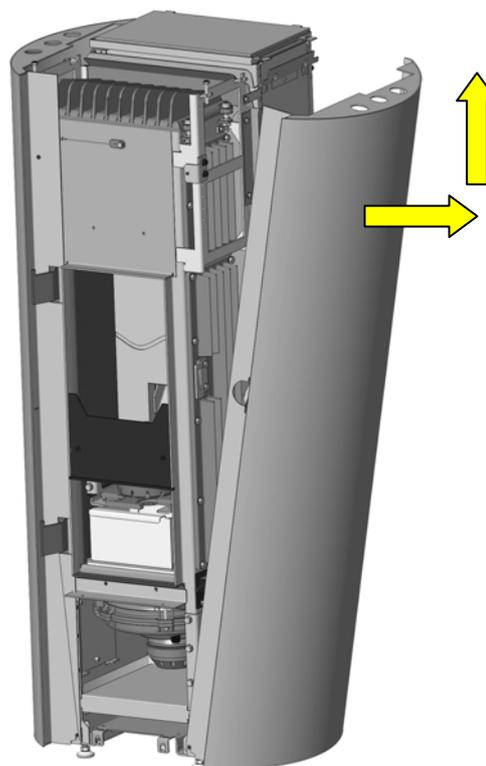

Fig. 32 : démonter l'habillage latéral
9. Les habillages latéraux peuvent maintenant être démontés. À cet effet, basculer l'habillage supérieur vers l'extérieur puis le retirer vers le haut (Fig. 32).